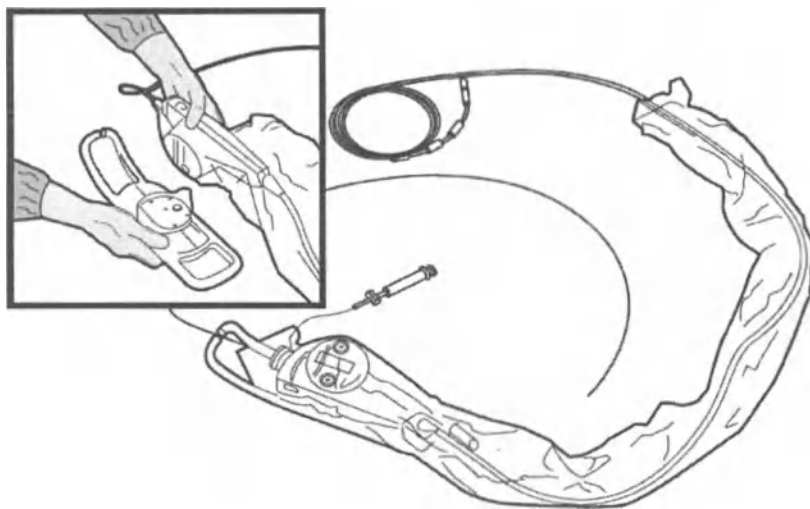

Рисунок 2-10. Блок моторного привода, одетый в стерильную упаковку и прикрепление блока моторного привода к салазкам (вкладка)
- 1 Упакуйте блок моторного привода (см. Рисунок 2-10). Обратитесь к инструкции по применению стерильной упаковки для моторного привода.
- 2 Прикрепите блок моторного привода к салазкам одноразового применения (см. Рисунок 2-10 вкладка). На дисплее появится сообщение, что салазки моторного привода подсоединены.